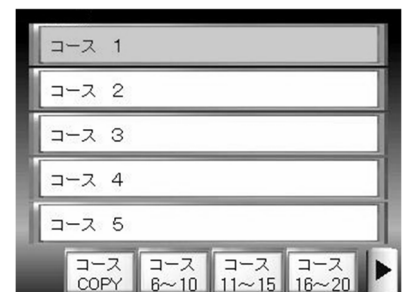

図 7-2
- ・ 電源投入後しばらくすると、コース選択画面が表示されます。(図 7-2)
- ・ 図 7-2 の **コース COPY** を 2 秒長押しするとコピー画面に切り替ります。